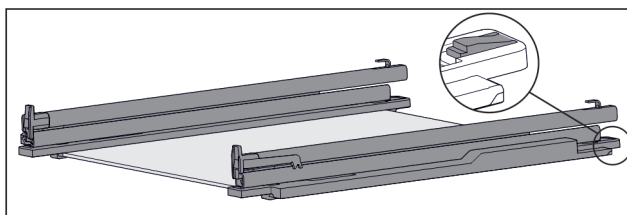

Fig. 116 Skleněná deska s kolejničkami a přídržnými díly
- ▶ Přídržný díl vzadu stlačte dolů (viz Fig. 116) a současně zasuňte kolejničku dozadu.